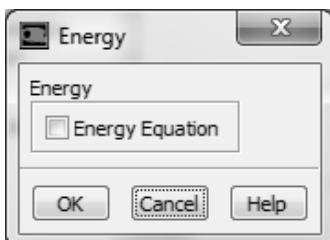

Рис. 1.40
- 4) Отключаем уравнение энергии: Models→Energy→Edit, рис. 1.40. В нашем случае уравнение энергии решать не требуется. Поэтому нажимаем на Cancel.